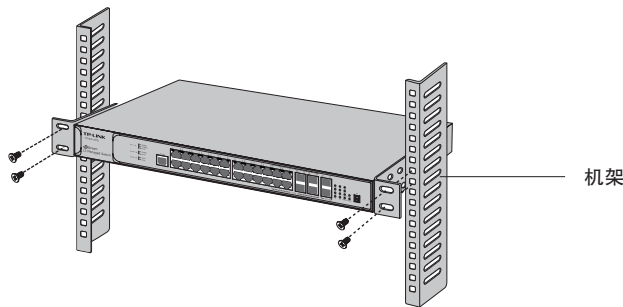

图3-3 机架安装示意图
- 用螺钉将L型角铁固定在机架两端固定的导槽上，确保交换机稳定、水平地安装在机架上，如图3-3所示。